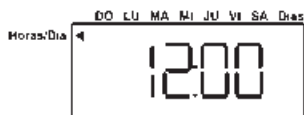

fig.10
- Con los pulsadores visionar el reloj para visualizar la hora corriente (fig.10)